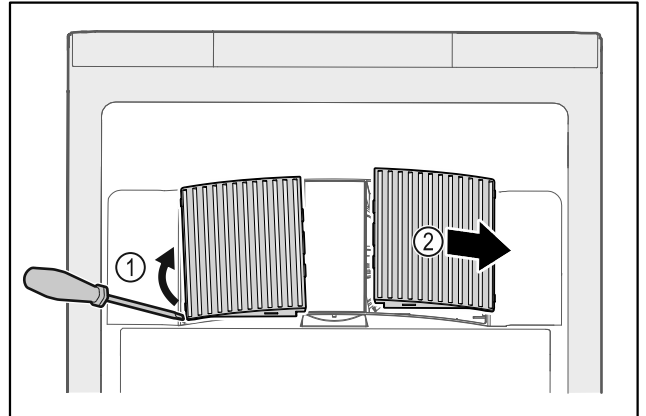

Fig. 125
- ▶ Ventilatorafdekkingen voorzichtig aan de zijkant eruit halen Fig. 125 (1) en naar de voorkant toe verwijderen Fig. 125 (2).